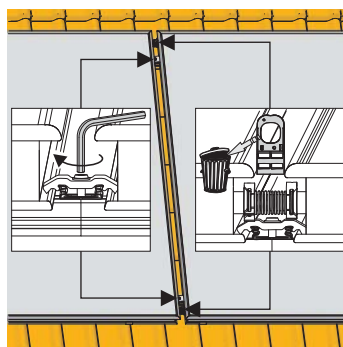

Fig. 3-31 Sfilare il manicotto
8. Avvitare saldamente le basette di bloccaggio doppie (fig. 3-31).
9. Sfilare il manicotto (fig. 3-31).